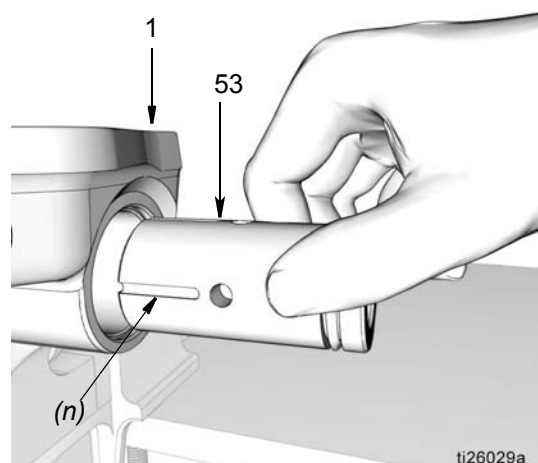

FIG. 42
- c. Monte el manguito del elemento de la bomba (53) en la base de la bomba (1). Para determinar la orientación correcta de la instalación, consulte FIG. 42.